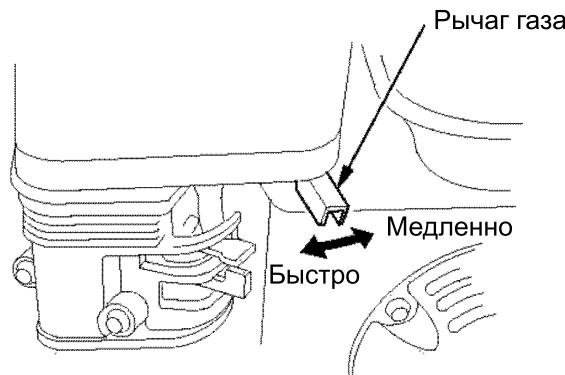

Рис. 20
Переместите выключатель зажигания в положение «Запуск» (ON) (рис. 25). Установите рычаг газа в среднее положение (рис. 20, рис. 24).